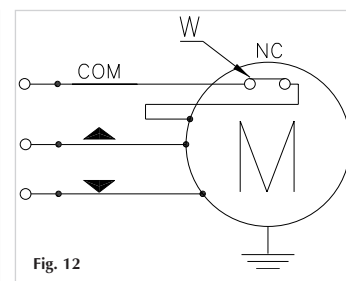

Fig. 12
| 4) Nelle versioni Plus, collegare il cavo del microinterruttore (W) in serie al ca vo (comune) di alimentazione del mo toriduttore (vedi figura 12). | 4) For Plus Versions, connect the micro switch's cable (W) in series to the fee ding cable (common) of the gearmotor (see figure 12). | 4) Branchez le câble du micro (W) dans les série sur le câble d'alimentation (commun) du motoréducteur (voir figure 12). | 4) Conectar el cable del microinterruptor (W) en sucesión al cable de alimenta dor (común) del motoreductor (ver figura 12). |